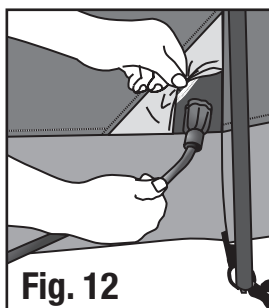

Fig. 12
**REMARQUE :** Ne vous servez que de cordons homologués UL pour l'usage en plein air. (Fig. 12)